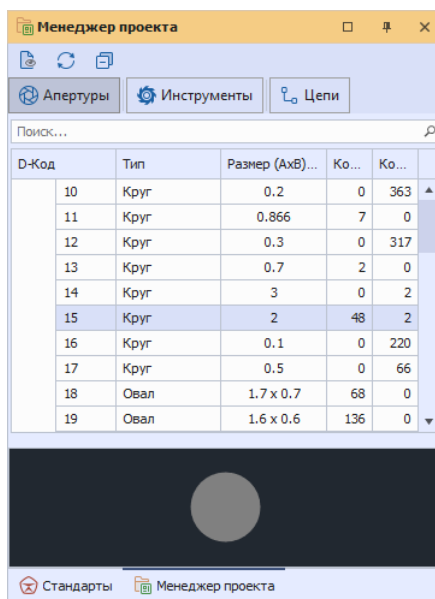

Рис. 18 Вкладка «Апертуры»
1. Вкладка «Апертуры» отображает перечень апертур, используемых в проекте производства, см. Рис. 18.